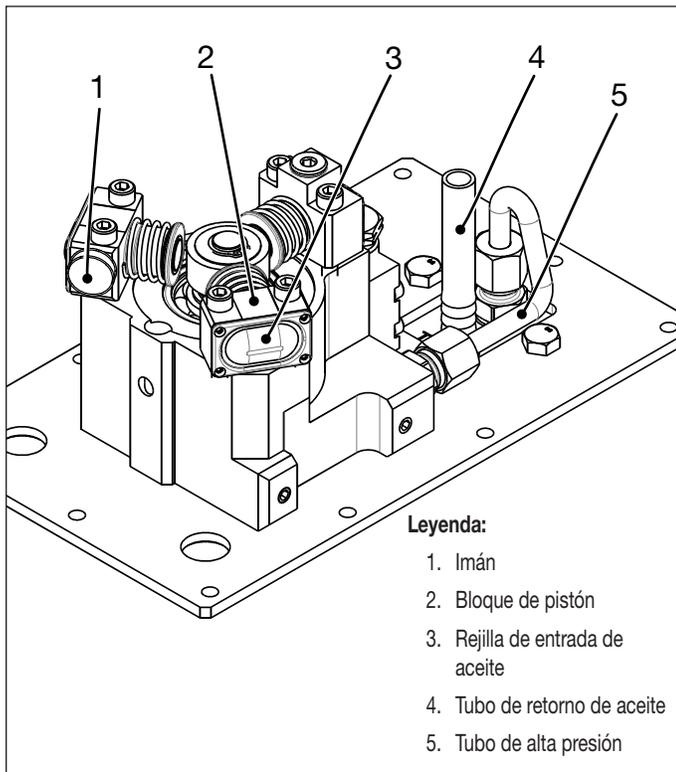

Figura 15: Inspección y limpieza - Elemento de la bomba
7. Retire el imán del depósito y límpielo con un paño limpio que no suelte pelusa. Elimine todos los restos de virutas de metal o lodo. A continuación, vuelva a colocar el imán en el lado del bloque del pistón, en la ubicación preferida que se muestra en la Figura 15.